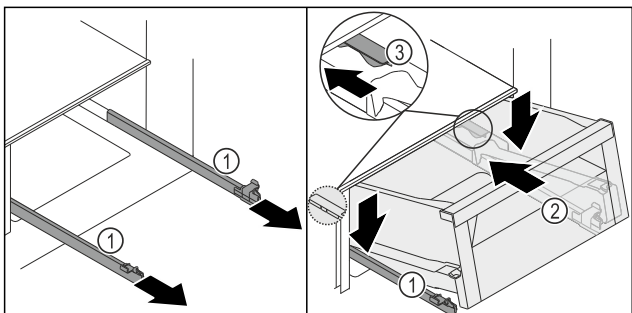
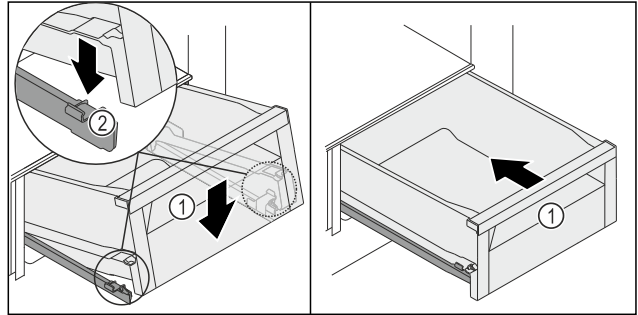

Fig. 202
Fig. 203
- ▶ Schienen Fig. 202 (1) festhalten und Schubfach Fig. 202 (2) von oben hinter dem Stopper Fig. 202 (3) auf den Schienen Fig. 202 (1) aufsetzen.
- ▶ Schubfach Fig. 202 (2) auf den Schienen Fig. 202 (1) bis zum Anschlag nach hinten schieben.
- ▶ Schubfach Fig. 202 (2) vorne absenken, so dass Schubfach links und rechts in die Klemme Fig. 203 (2) rutscht.
- ▶ Schubfach Fig. 203 (1) rastet hörbar ein.
- ▶ Schubfach Fig. 203 (1) einschieben.